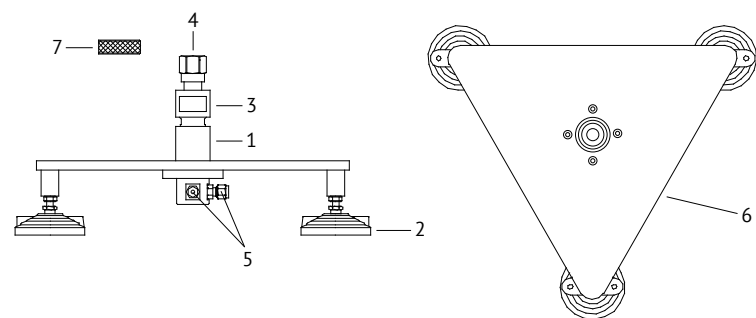

Рис. 1. Стойка дополнительная:
4.1 Внешний вид панели показан на Рис. 1.
4.2 Стойка дополнительная состоит из основания 6 (Рис. 1), выполненного из стальной плиты, на котором установлена сама стойка 1. Плита снабжена тремя регулируемыми опорами 2. Для присоединения к стойке манометра на нее дополнительно устанавливается переходник 3. Присоединяется манометр гайкой 4. Для облегчения присоединения используется маховичок присоединительной гайки 8. Присоединение стойки к прибору осуществляется с помощью трубки (стальной или пластиковой — в зависимости от назначения) и фитингов 5. Фитингов 2 — один для присоединения стойки к прибору, а второй для возможного присоединения еще одной стойки (данный фитинг имеет заглушку). Фитинги расположены под углом 90 градусов. Для удобства присоединения, расположение фитингов относительно основания 6 можно менять путем вывинчивания винтов 7 и разворота стойки 1 как нужно.